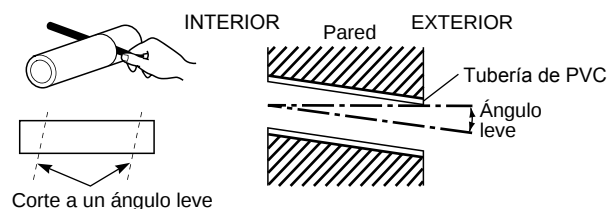

Fig. 3-49
- (9) Mida el grosor de la pared desde el interior al exterior y corte tubo de cloruro de polivinilo con un ligero ángulo para encajar. Inserte el tubo de cloruro de polivinilo en la pared. (Fig. 3-49)